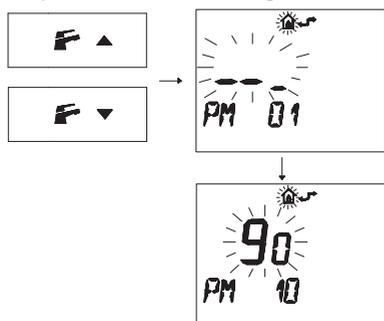

Figura 5.58
- Premere i pulsanti **F** o **F** per visualizzare la programmazione "PM10" e selezionare la frequenza di accensione (Figura 5.58).
Nella Figura 5.58 si visualizza un SET programmato di **90** corrispondente ad un tempo di riaccensione di 3 minuti circa.